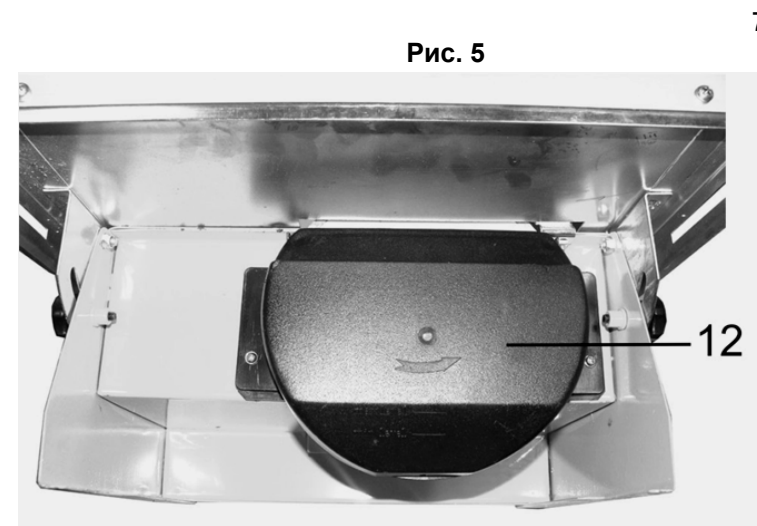

Рис. 5
11.6. По завершению выполнения намеченной операции нажмите кнопку выключения (3), дождитесь полной остановки отрезного диска (10), после чего снимите готовую деталь и обрезки с рабочего стола (18).
12. ЗАМЕНА ОТРЕЗНОГО ДИСКА (Рис. 5, 6)
12.5. Как показано на Рис.5, 6, установите и закрепите вставку (20) и нижний защитный кожух (12).